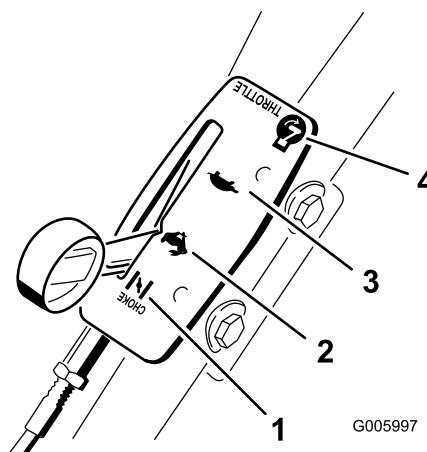

Figure 18
Les différents réglages de la manette d'accélérateur sont illustrés à la Figure 18.
5. Réglez la manette de starter/d'accélérateur en position Rapide (Figure 18).